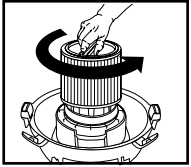

FIGURE 15
22. Pour enlever le filtre afin de le nettoyer, maintenez à nouveau le couvercle du réservoir et tournez le porte-filtre dans le sens antihoraire pour le desserrer et l'enlever. **FIGURE 15.**